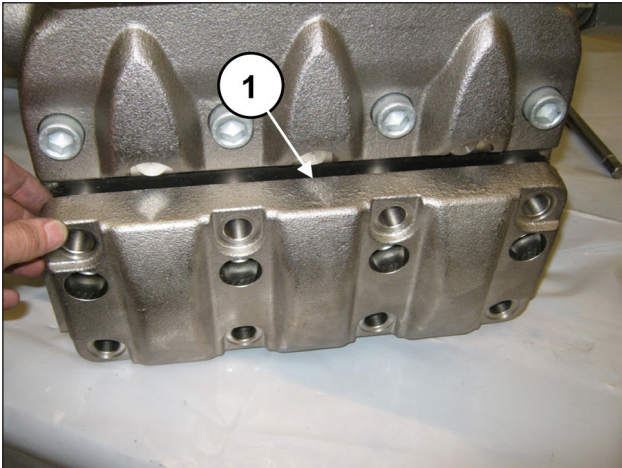
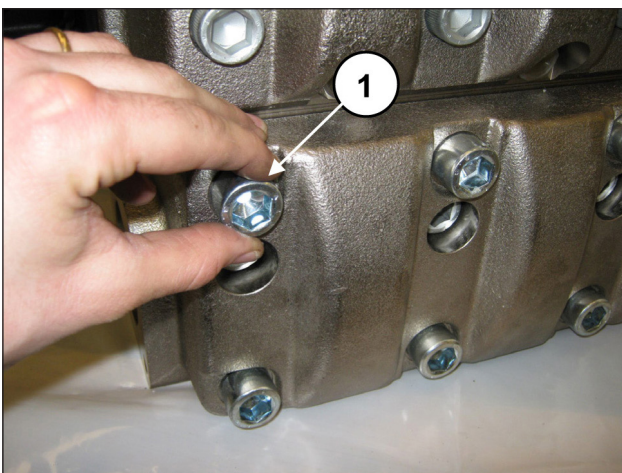

Abb. 154
Abb. 155
Bringen Sie nach Montage der Saugventilgruppen den Saugventildeckel an (Pos. ①, Abb. 154) und ziehen Sie die 8 Schrauben M18x65 fest (Pos. ①, Abb. 155).